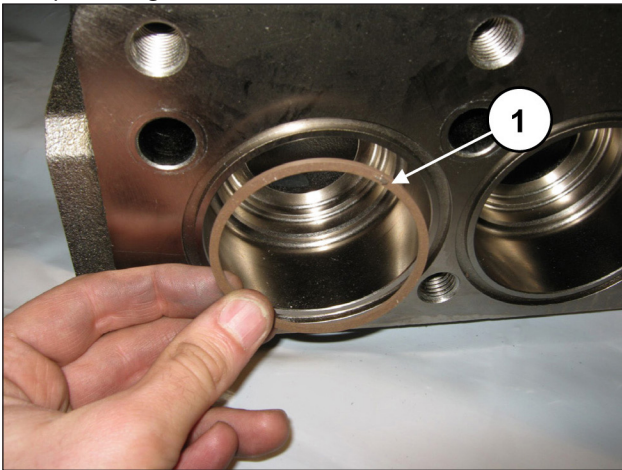

Fig. 147
Na aspiração, insira o anel de anti-extrusão, pos. de explosão nº.6 (pos. ①, Fig. 147).